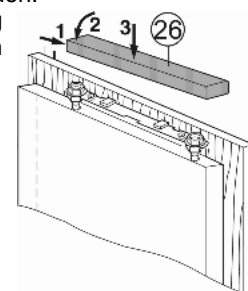

Fig. 19
- ▶ Bovenste afdekking Fig. 19 (26) plaatsen en in laten klikken.